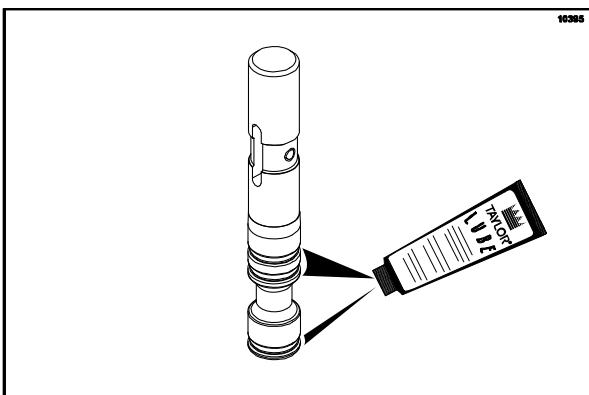

Abbildung 134
7. Montieren Sie das Zapfventil. Die drei Runddichtungen in die Rillen des Zapfventils schieben und schmieren. (Siehe Abbildung 134.)